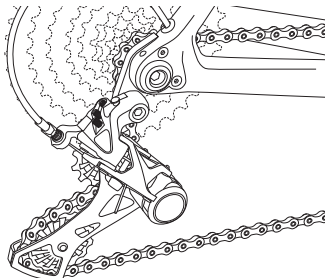

Fig.3
- Position the rear derailleurs on the smallest sprocket (Fig. 3).